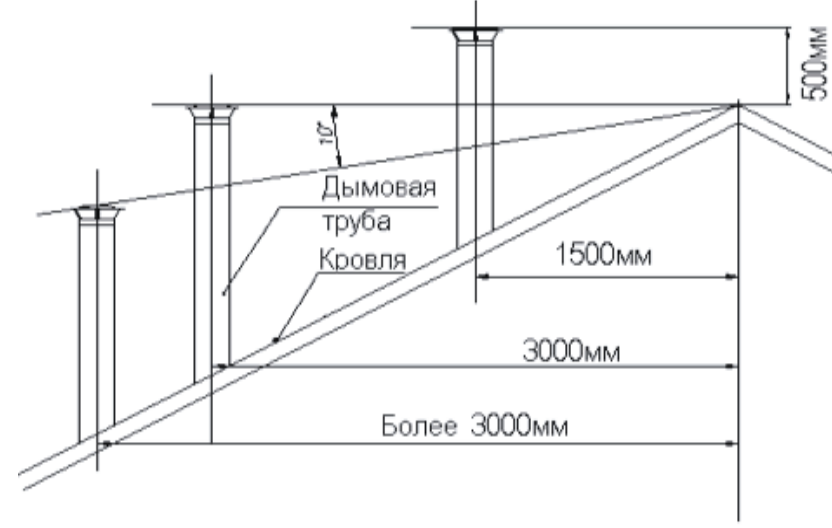

Рис.1. Определение высоты наружной части дымовой трубы
6.8. Возвышение дымовых труб над кровлей следует принимать (см. рис. 1):
7.15. В соответствии с вышеизложенными Требованиями к дымоотводящим каналам п.6 и (рис.1) настоящего руководства вывести дымовую трубу на высоту гарантирующую стабильность тяги. 7.14. Установить концевой элемент дымохода – зонт-оголовок;